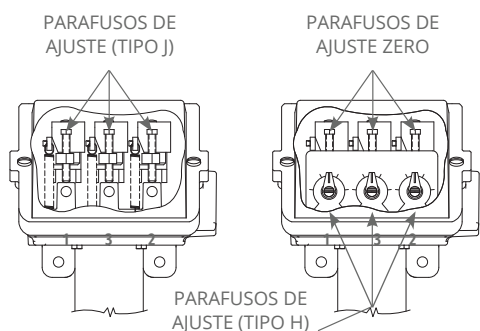

Figura 2
Os controles tipo "J" têm ajuste de parafuso interno, e os controles tipo "H" possuem mostrador e ponteiro calibrados internamente (ver Figura 2).
- 2 Regule o set point girando o parafuso de ajuste no sentido horário para aumentar o set point, ou no sentido anti-horário para diminuir o set point (consulte a Figura 2). Ao fazer ajustes, não exceda a classificação de pressão de prova indicada na placa de identificação, pois isso pode causar uma mudança no set point.
- 2 Ajuste os set points girando o parafuso de ajuste no sentido horário para aumentar os set points ou no sentido anti-horário para diminuir os set points (consulte a Figura 2). Ao fazer ajustes, não exceda a classificação de pressão de prova indicada na placa de identificação, pois isso pode causar uma mudança nos set points.
- 2 Regule cada set point girando o parafuso de ajuste e o ponteiro até o valor desejado na escala (consulte a Figura 2). A divisão de escala dos modelos está anotada na ficha técnica do produto.
- 4 Se for necessária recalibração, conecte o dispositivo a um manômetro calibrado. Siga as instruções na etapa 2 até a transferência da(s) chave(s). Se o(s) set point(s) escolhido no(s) mostrador(es) não corresponder(em) ao manômetro, gire cada parafuso de ajuste zero (consulte a Figura 2) no sentido horário para aumentar a pressão ou no sentido anti-horário para diminuir a pressão até que o(s) mostrador(es) e o manômetro correspondam.
- 2 Regule cada set point de **descida** girando o parafuso de ajuste no sentido horário para aumentar o set point ou no sentido anti-horário para diminuir cada set point (consulte a Figura 2). A configuração de **descida** é constante.